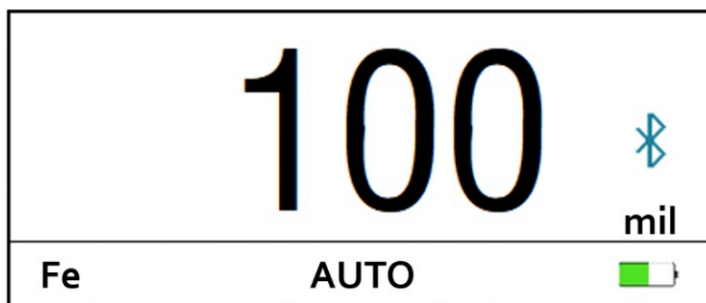

Рисунок 24. Включение настроек Bluetooth
- а. В приборе откройте меню Menu → Bluetooth Settings и включите Bluetooth (ON). После успешного включения на экране измерений появится иконка Bluetooth (см. Рисунок 24).